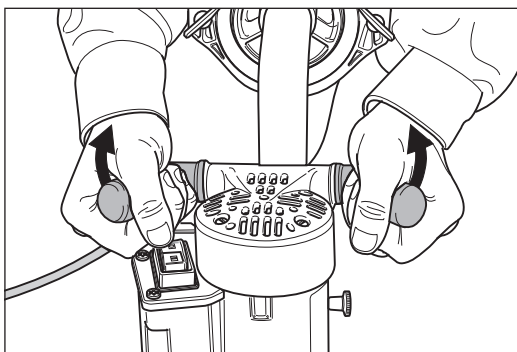

Bild 7 Tippa maskinen något bakåt före påkoppling och fränkoppling av maskinen.
- Tippa alltid maskinen något bakåt innan den kopplas på (bild 7), så att slipskivan lyfts upp från golvet!
- 1 Tippa maskinen något bakåt (bild 7).
**Tippa alltid maskinen något bakåt innan den kopplas från (bild 7), så att slipskivan lyfts upp från golvet!**